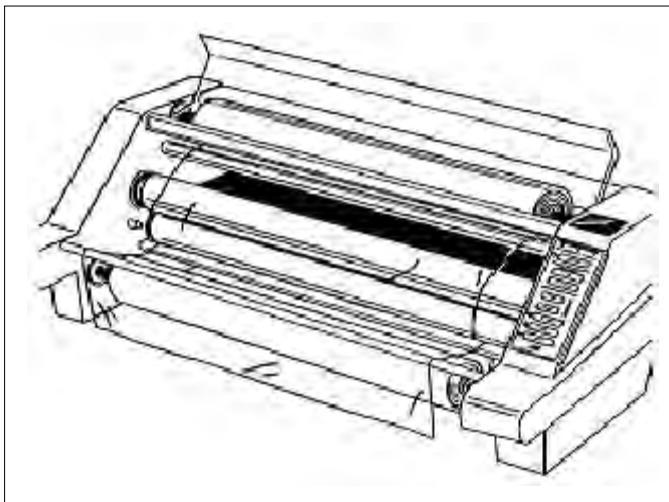

Fig. 18
13. Slide the feed tray under the bottom film web that is draped over the bottom roll of film. Reinstall the feed table so that the bottom roll of film is resting on the tray (Fig. 18).
13. Inserire il piano di alimentazione sotto il pezzo di film che è adagiato al di sopra della bobina di film inferiore. Rimontare il piano di alimentazione in modo tale che la bobina inferiore si appoggi sul piano (fig. 18).
- untere Folienbahn schieben, die über der unteren Folienspule hängt. Den Anlegetisch wieder so installieren, dass die untere Folienspule auf dem Behälter aufliegt (Abb. 18).
13. Schuif de invoerbak onder het stuk film dat over de onderste rol is gelegd. Installeer de invoertafel opnieuw zodat de onderste filmrol op de bak rust (afb. 18).
13. Glissez le plateau d'alimentation sous le lé de film inférieur drapé autour de la bobine de film inférieure. Réinstallez la table d'alimentation de façon à ce que le lé de film inférieur repose sur le plateau d'alimentation (Fig. 18).
13. Deslice la bandeja de alimentación por debajo de la cinta inferior de película que cubre la parte inferior del rollo de película. Instale nuevamente la plataforma de alimentación, de modo que la parte inferior del rollo de película descansa sobre la bandeja (Fig. 18).